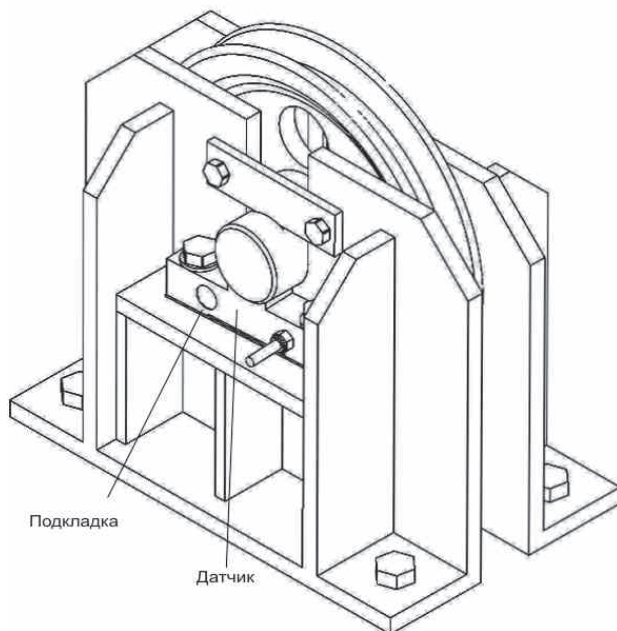

Рис. 8
4. Приступить к нормированию ограничителя грузоподъемности (рис.8).